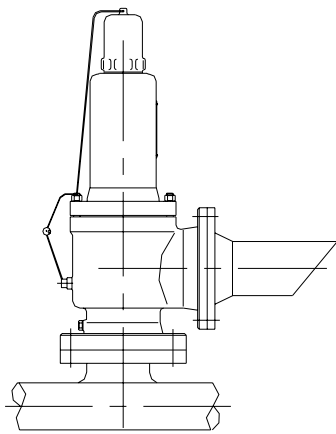

图1 用于空气或其他气体
- 1) 排放管的内径应大于安全阀的出口通径，以免造成过大的背压力影响安全阀动作,对于不同介质的安全阀排放管的装设形式也有所不同（见例图 1、2、3）。